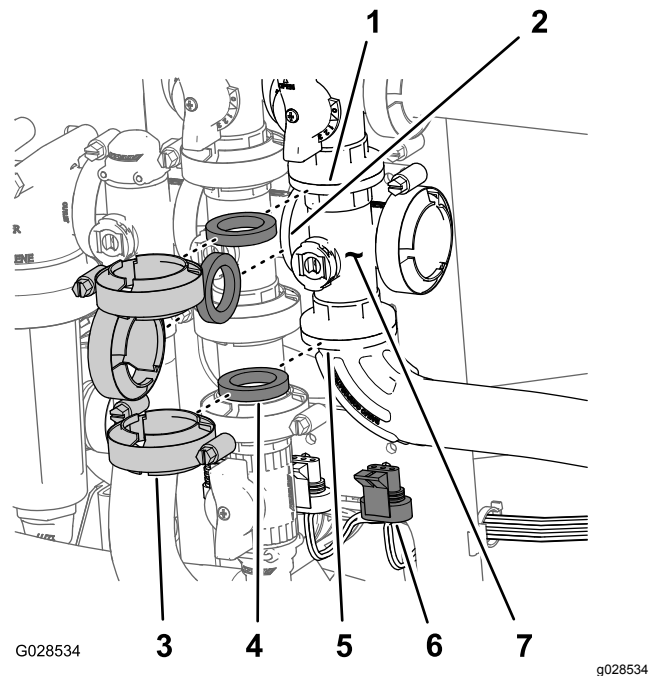

Bild 92
1. Entfernen Sie die Klemmen und Dichtungen, mit denen der Verteiler für das Hauptauslegerventil (Bild 92) am Sicherheitsventil des Hauptauslegers, am Rührwerkventil und am 90°-Flanschkrümmer (am Ende des Schlauchs für das Durchflussmessgerät) befestigt ist.